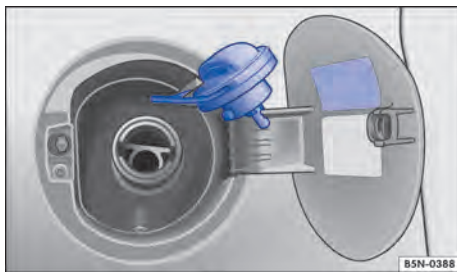

Fig. 185 Portinhola do tanque aberta com a tampa do tanque pendurada.
- Girar a portinhola do tanque no sentido anti-horário e pendurá-la em cima da portinhola do tanque ⇒ Fig. 185.